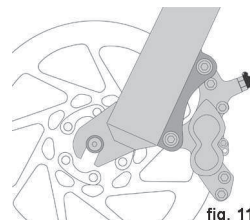
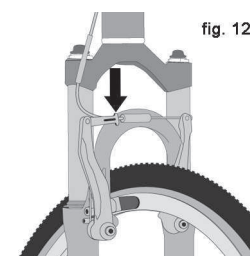

fig. 11
fig. 12
(1) Bei Felgenbremsen: Öffnen Sie den Schnellspann-Mechanismus der Bremse, um den Abstand zwischen Bremsbelägen und Felge zu vergrößern (siehe Kapitel 4.C, fig. 11 bis 15).
(2) Bei Felgenbremsen: Öffnen Sie den Schnellspann-Mechanismus der Bremse, um den Abstand zwischen Bremsbelägen und Felge zu vergrößern (siehe Kapitel 4.C, fig. 11 bis 15).
(3) Bei Kettenschaltung: ziehen Sie den Schaltwerkkörper nach hinten.
- 3. Manche Bike-Bremsen, z.B. Scheibenbremsen (fig. 11) oder V-Brakes (fig. 12), können enorme Bremskräfte entwickeln. Machen Sie sich mit Funktion und Wirkung dieser Bremsen vertraut, bevor Sie sich in den Straßenverkehr oder andere gefährliche Situationen begeben.**
Die meisten Felgenbremsen verfügen über einen Schnellspann-Mechanismus, mit dem zum Radaus- oder -einbau der Abstand der Bremsbeläge zur Felge vergrößert werden kann. Wenn dieser Mechanismus geöffnet ist, können die Bremsen nicht funktionieren. Lassen Sie sich von ihrem Fachhändler die Funktion des Schnellspann-Mechanismus' an ihren Bremsen erklären (siehe fig. 12, 13, 14 & 15) und überprüfen Sie vor jeder Ausfahrt die korrekte Funktion der Bremsen.